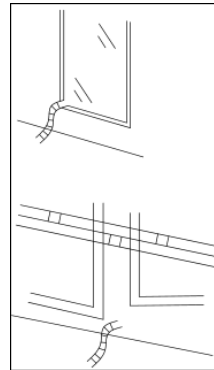

Fig. 3
- Instalação temporária do tubo de exaustão: Remova a extremidade livre do tubo de exaustão da sua janela (ver fig. 3).